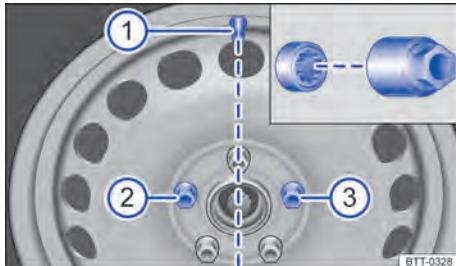

Fig. 166 Troca de roda: válvula do pneu ① e posições de montagem do parafuso de roda antifurto ② ou ③.
Antes de colocar a calota integral, o parafuso de roda antifurto deve ser aparafusado na posição ⇒ Fig. 166 ② ou ③. Do contrário, a calota integral não pode ser montada.
A calota integral da roda deve ser pressionada sobre o aro de tal modo que o recorte da válvula se posicione sobre a válvula do pneu ⇒ Fig. 166 ①. Ao colocar a calota integral, atentar para que se encaixe com segurança em toda a circunferência.
O parafuso de roda antifurto deve estar aparafusado em uma roda com calota integral na posição ⇒ Fig. 166 ② ou ③ em relação à posição da válvula do pneu ①. Do contrário, a calota integral não pode ser montada.
- Aparafusar o parafuso de roda antifurto com o adaptador na posição ⇒ Fig. 166 ② ou ③ no sentido horário e apertar levemente.